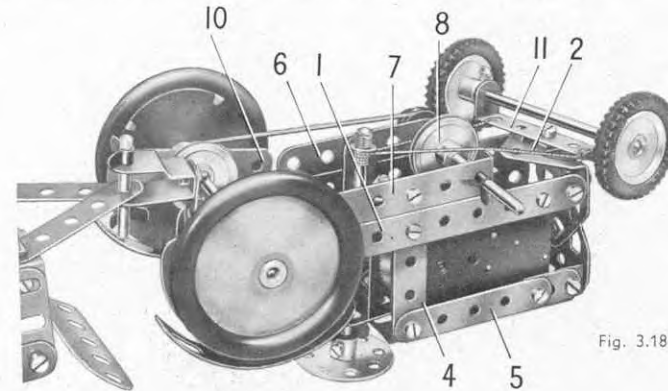

Fig. 3.18a
Chaque côté du châssis du tracteur est constitué par une bande de 11 trous (1). Ces bandes sont réunies à l'avant par une embase triangulée coudée (2) vissée sur des équerres, et à l'arrière par une bande de 5 trous (3), également fixée sur des équerres. Deux embases triangulées plates, boulonnées ensemble, sont fixées sur le rebord de l'embase triangulée coudée (2). Une bande de 5 trous (4) est fixée sur chacune des bandes (1). Les extrémités supérieures des bandes (4) sont réunies à des bandes de 5 trous (5) prolongées par des supports plats. Les bandes (5) sont reliées au radiateur par des équerres. Un moteur *Magic* est boulonné directement sur l'une des bandes (fig. 3.18a). Le dessus du capot est constitué par deux plaques flexibles de 6x4 cm. fixées sur des équerres boulonnées aux bandes (4). Une bande de 5 trous (6) et une bande coudée de 60x12 mm. (7) sont boulonnées aux extrémités inférieures des bandes (4); elles soutiennent une tringle de 9 cm. qui est munie d'une poulie de 25 mm. (8) reliée par une courroie de transmission à la poulie du moteur; la tringle porte également une poulie de 12 mm. (9) qui entraîne une poulie de 25 mm. montée sur l'essieu arrière. La poulie de 12 mm. est fournie avec le moteur *Magic*. L'essieu arrière est une tringle de 10 cm. qui passe dans des plaques semi-circulaires (10) fixées aux derniers trous de la bande (3) par des équerres renversées.